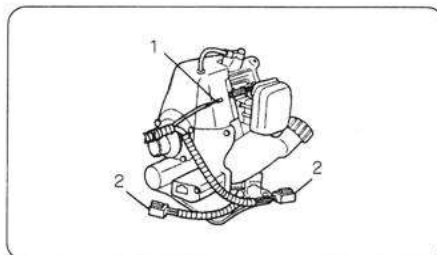

図45
①フレキシブライナーをエンジンから外し、スロトルワイヤー(1)、コネクター(2)の接続を外しておきます。(図45)